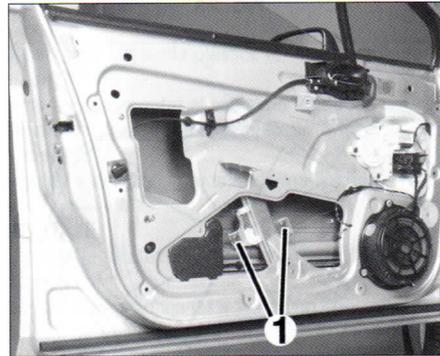

FIG. 24
Subir la luna hasta que se vean las fijaciones (1) (fig. 24).